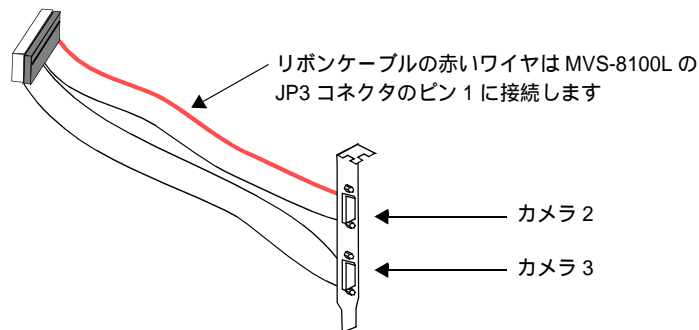
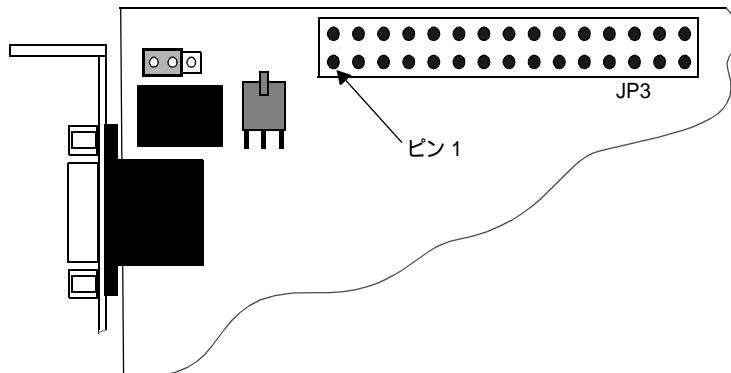

図 3. カメラ 2&3 拡張パネルコネクタ上のピン 1 の位置
図 4. MVS-8100L 上の JP3 コネクタのピン 1 の位置
6. カメラ 2&3 拡張パネルを取り付けない場合は、次の手順に進んでください。カメラ 2&3 拡張パネル (Cognex P/N: 300-0177) を取り付ける場合は、未使用のバススロット位置に固定します。図 3 および図 4 のように、リボンケーブルコネクタの赤いワイヤがピン 1 になるように MVS-8100L 上の 30 ピンコネクタをカメラ 2&3 コネクタ (JP3) に接続します。